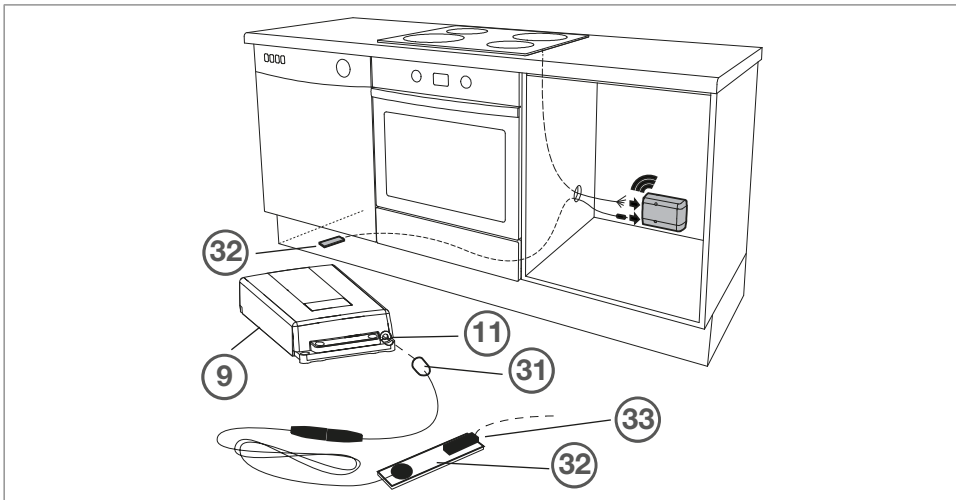

Bild 9: Montage Wasser Leakage Sensor
- 1 Stecker des Leakage Sensors (31) in die Buchse an der Spannungsunterbrechung (11) stecken.
- 2 Wasser Leakage Sensor (32) z. B. unter die Spülmaschine legen (Bild 9).
- 3 Optional: Weiteren Wasser Leakage Sensor an die Buchse (33) des vorderen Sensors (31) stecken.